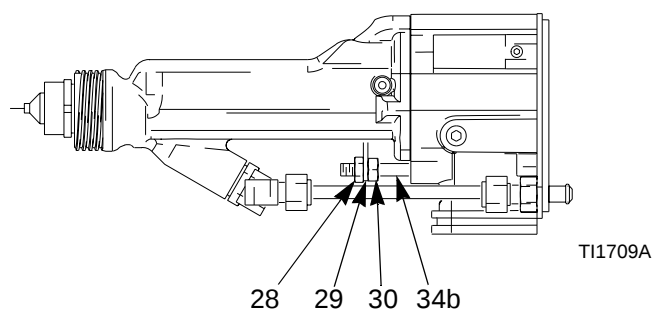

Fig. 25. Manöverarm
2. Ta bort luftmunstyckesenheten, sidan 34. Ta bort pistolhöljet (2).
3. Ta bort låsmuttern (28), manöverstången (29) och justeringsmuttern (30). Se Fig. 25.
1. Montera justeringsmuttern (30), manöverarmen (29) och låsmuttern (28) på kolvstången (34b). Lägg märke till att låsmuttern (28) har något större sexkant och är tunnare än justeringsmuttern (30). Se Fig. 25 på sidan 38.